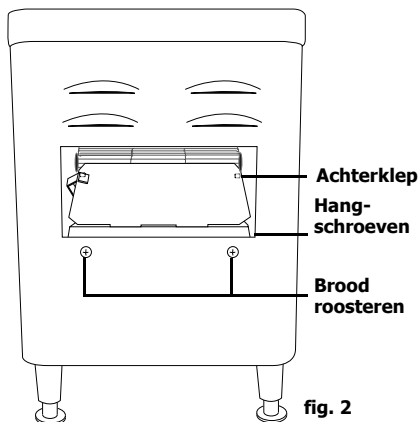

fig. 2
2. Plaats deze in de binnenkant van het apparaat door de ronde lip van de klep op de twee pinnen te laten rusten aan het einde van de band [fig. 2].